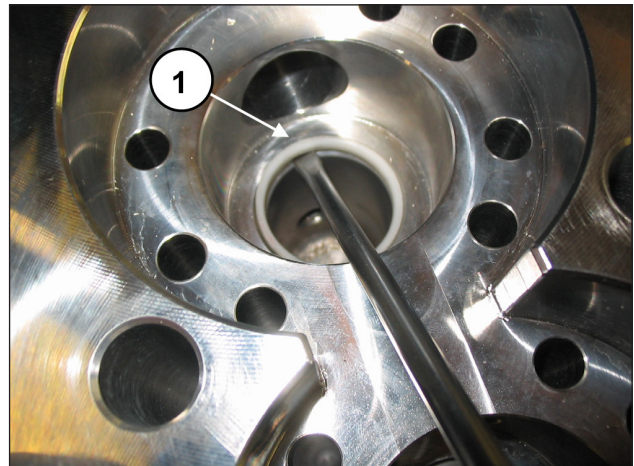

Abb. 116
Ersetzen Sie bei Bedarf die abgenutzten Teile (Pos. ①, Abb. 116).